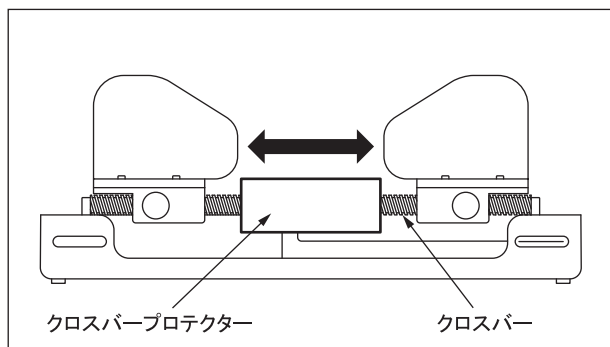

図 3-1：透視テーブル用ウィルソンフレーム 5319G
* 1-6 パッドの幅を患者の体型に合わせて調整します。（図 3-1・3-2）
* 1-7 ウィルソン保護キットのクロスバープロテクターをフレームのクロスバーに取付けます。（図 3-1・3-2）